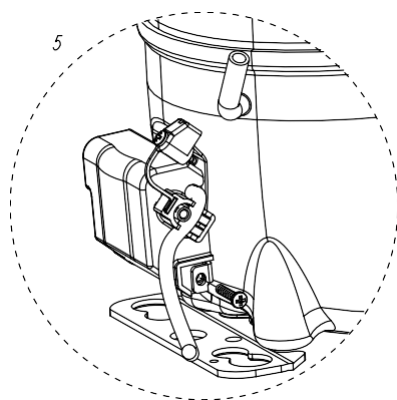
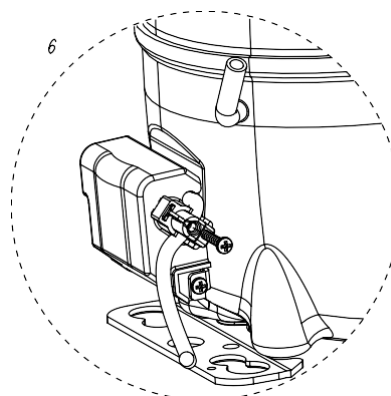

Figura 3.7: Etapa 5 -
Figura 3.8: Etapa 6 -
- Os parafusos mostrados na Figura 3.7 e Figura 3.8 deve ser fixado com torque de 1,0 Nm ( $\pm 0.2$ ).